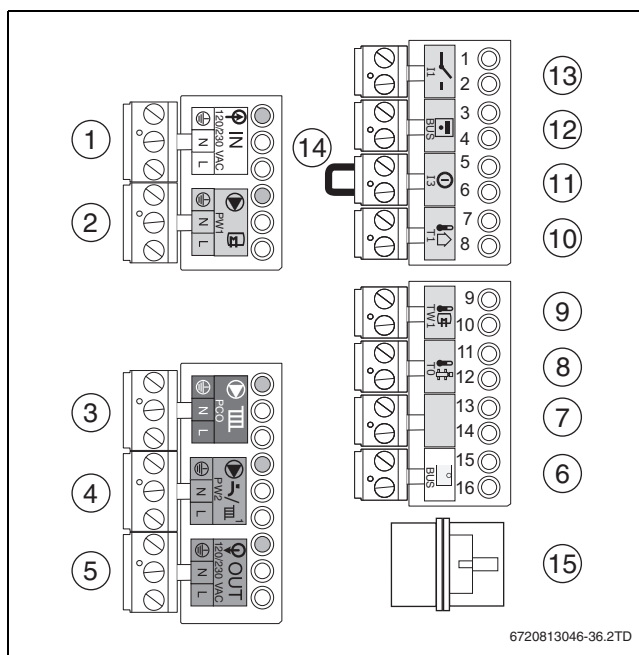

Bild 33 Klemmleisten
- ▶ Ein-/Aus-Raumtemperaturregler auf Anschlussklemme **I1** (→ Bild 33, [13]) anschließen (Zubehör).
- ▶ Regler auf Anschlussklemme **BUS** (→ Bild 33, [6]) anschließen. Hierzu ein 2-adriges Stromkabel von 0,4 bis 0,75 mm2 verwenden.
- ▶ Anschlusskabel [2] an die orange Anschlussklemme **BUS** (→ Bild 33, [6]) anschließen und zum ersten Funktionsmodul führen.
- ▶ Brücke (→ Bild 33, [14]) auf Anschlussklemme ① entfernen.
- ▶ Außentemperaturfühler auf Anschlussklemme T1 (→ Bild 33, [10]) anschließen.
- ▶ Speichertemperaturfühler auf Anschlussklemme TW1 (→ Bild 33, [9]) anschließen.
- ▶ Heizungspumpe auf Anschlussklemme PCO (→ Bild 33, [3]) anschließen.
- ▶ Zirkulationspumpe auf Anschlussklemme PW2 (→ Bild 33, [4]) anschließen.
- ▶ Speicherladepumpe auf Anschlussklemme PW1 (→ Bild 33, [2]) anschließen.
- ▶ Externes 3-Wege-Ventil am Anschlussklemme  **PW1** (→ Bild 33, [2]) anschließen.